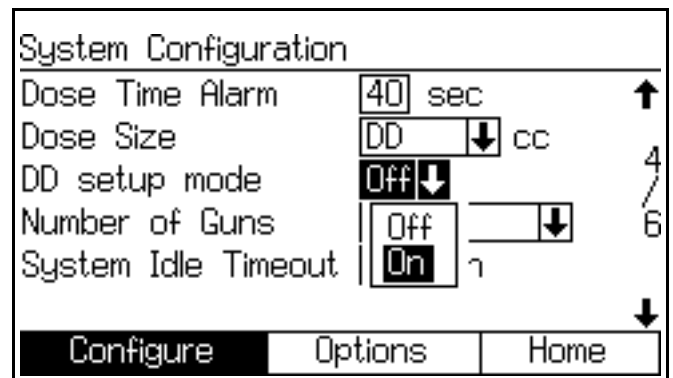

FIG. 108. Pantalla de configuración 4, modo de configuración de dosificación dinámica habilitado
3. Seleccione "DD" en la pantalla de configuración del sistema 4 hace que el modo de Configuración de DD esté disponible. Consulte FIG. 108. Para habilitar el modo de Configuración DD, seleccione On en el menú desplegable de modo de Configuración de DD. Esto inhabilita las alarmas de fuera de relación E-3 y E-4, permitiendo la configuración y sintonización ininterrumpidas.